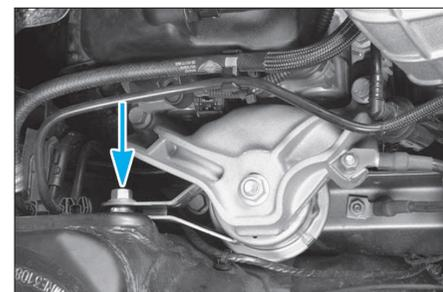

FIG. 7
- la fixation du tirant supérieur du support moteur droit (Fig.7).